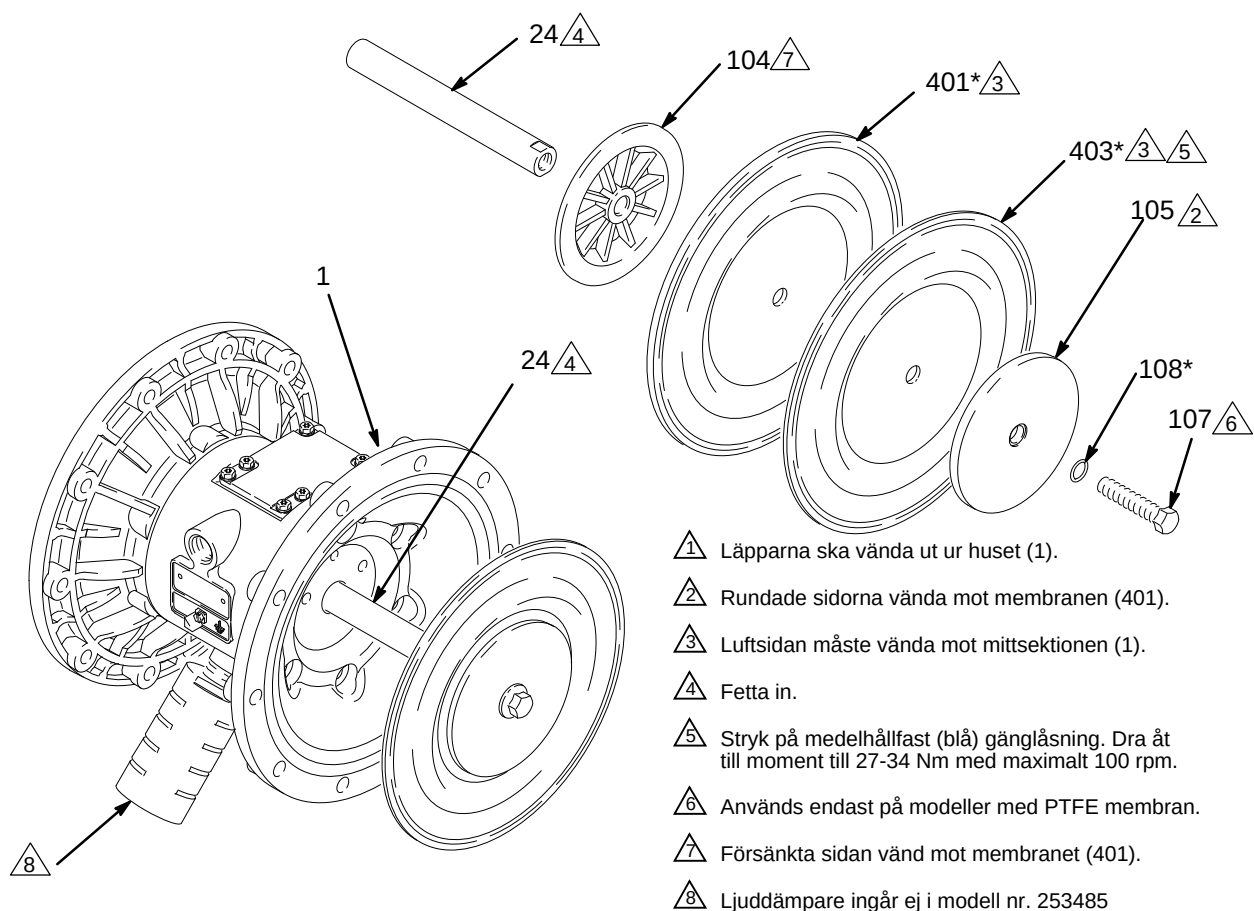
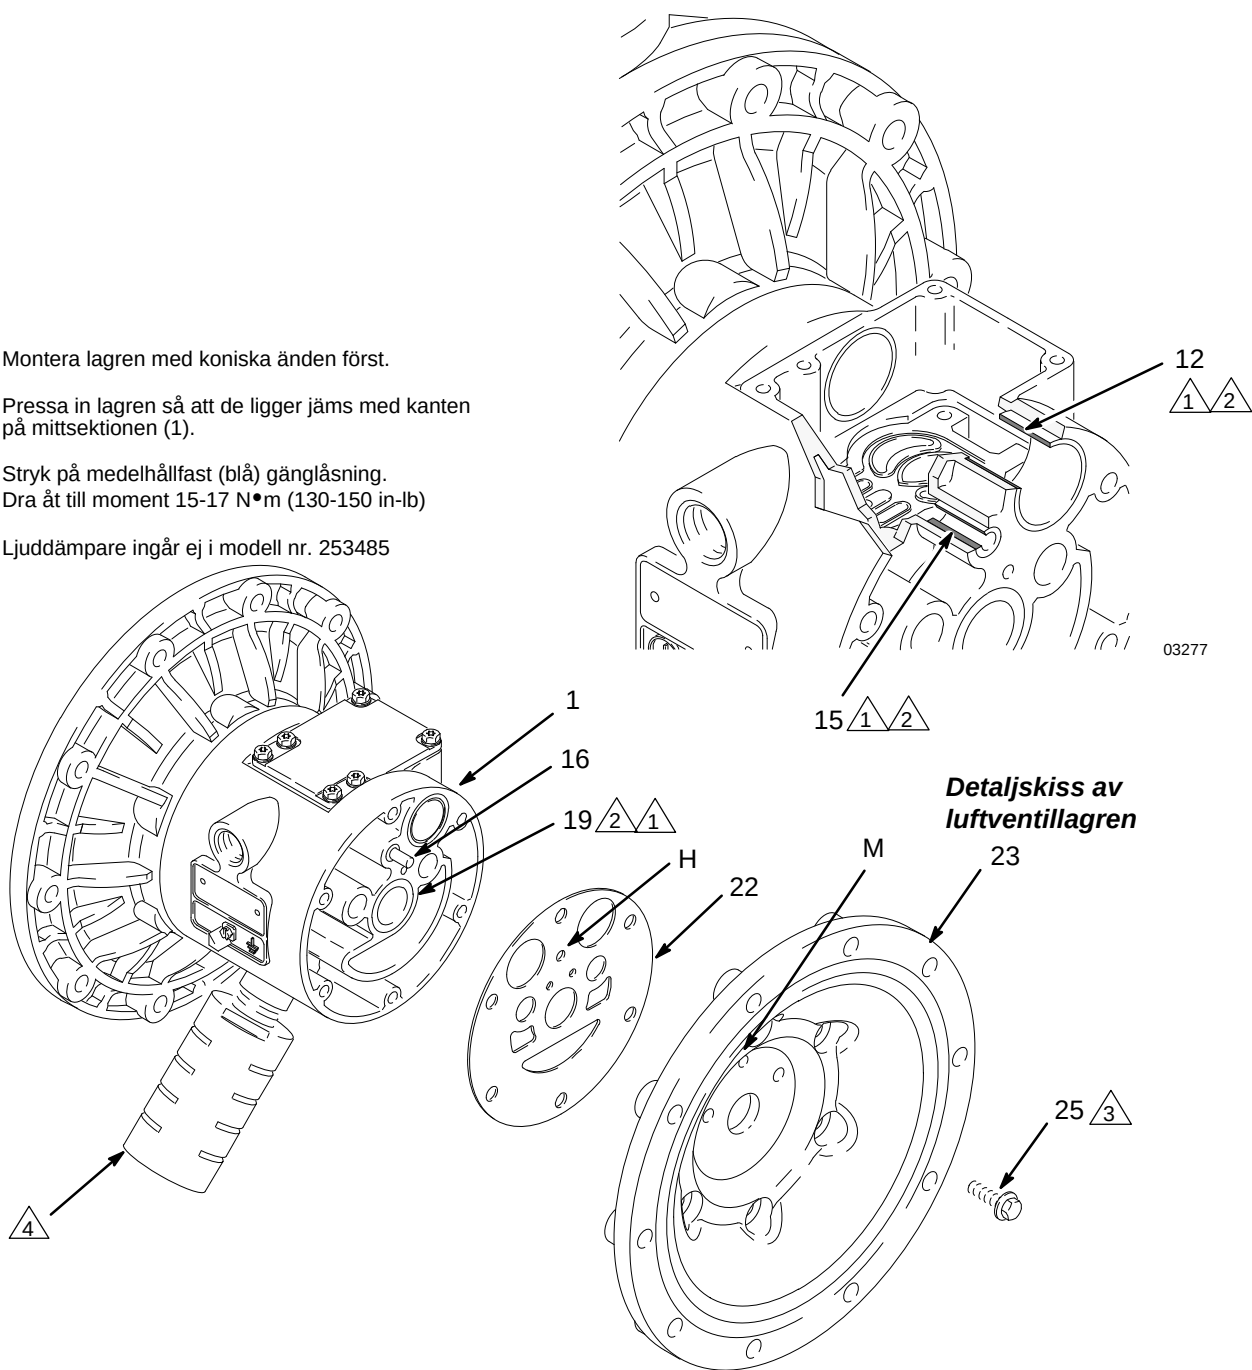

FIG. 12
FIG. 13
4. Lossa men ta inte bort membranstångbultarna (107) med en 15 mm hylsnyckel (1" på modeller av rostfritt stål) på båda bultarna. *OBSERVERA: Detta steg gäller inte för pumpar med övergjutna membran.*
5. Skruva bort en bult från membranstången (24) och ta bort o-ringen (108), membranbrickan (105) på vätskesidan, PTFE-membranet (403, *endast på PTFE-modeller*), membranet (401) och membranbrickan (104) på luftsidan. Se FIG. 12.
1. Montera packboxarna (402*) så att läpparna vänds **ut** ur huset (1). Smörj in tätningarna. Se FIG. 12.
2. Montera membranenhetsen på ena änden av stången (24) enligt nedan. *Fortsätt direkt med steg g för pumpar med övergjutna membran.*
- OBSERVERA:** Hoppa över steg 4 om enbart membranstånglagret (19) tas bort.
5. Skruva med en 10 mm hylsnyckel bort skruvarna (25) som håller fast luftlocken (23) på mittsektionen (1). Se FIG. 13.
6. Ta bort luftlockpackningarna (22). Byt alltid ut packningarna mot nya.
7. Ta bort membranstånglagren (19), luftventillagren (12) eller styrtiftlagren (15) med en avdragare. Avlägsna ej oskadade lager.
8. Stick in en o-ringkrok i mittsektionen (1) och kroka i och dra ut u-packboxarna (402) ur huset om du
demonterat membranstånglagren (19). Inspektera tätningarna. Se FIG. 12.
1. Montera u-packboxarna (402*) om de tagits bort. Vänd läpparna **ut** ur huset (1).
2. Lagren (12, 15 och 19) är koniska och kan bara monteras åt ett håll. Sätt i lagren i mittsektionen (1) **koniska änden först**. Pressa lagret på plats med en press eller med block och gummiklubba så att det ligger jäms med kanten på mittsektionen.
4. Passa in den nya luftlockpackningen (22) så att styrtiftet (16) som sticker ut ur mittsektionen (1) går genom rätt hål (H) på packningen.
5. Passa in luftlocket (23) så att styrtiftet (16) går i mittenhålet (M) av de tre små hålen nära lockets mitt. Applicera medelhållfast (blå) gänglåsning på gängorna på skruvarna (25) och dra åt skruvarna med handkraft. Se FIG. 13. Dra skruvarna korsvis och jämnt till moment 15-17 N•m.